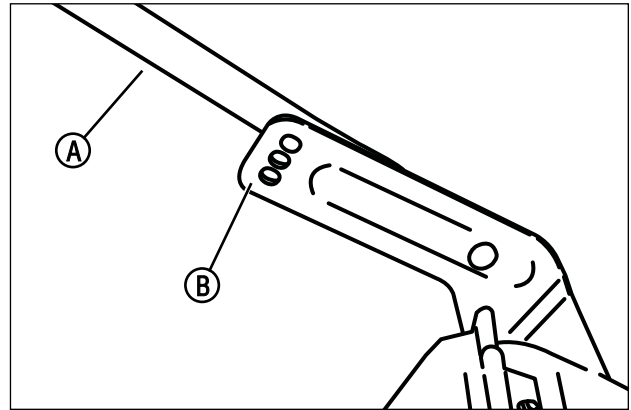

Figure 1 : Dépliage de la partie inférieure du manche
3. Déposer les manettes et les boulons qui maintiennent le bas du poignée (**A, Figure 1**) sur les supports de fixation (**B**).